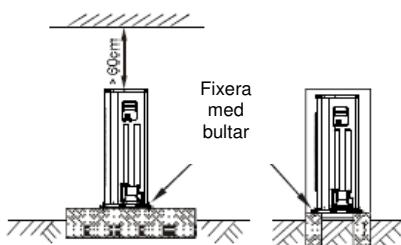

Fig.6-6
- Gör betongfundamentet enligt specifikationerna av utomhusenheten (se Fig. 6-6).
- Sätt fast enhetens fötter med bultar, för att undvika att enheten faller ner på grund av jordbävning eller stark vind (se Fig. 6-6).